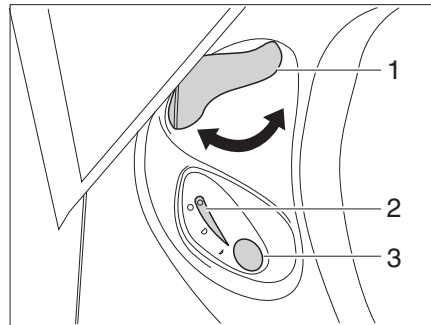

Bild 349 Reglage Thetford-toalett
- Öppna spjället på Thetford-toaletten före spolning. Därtill vrids spjällspaken (Bild 349,1) moturs.
- För att spola trycker man på den blå spolknappen (Bild 349,3).
- Efter spolning stängs spjället. Därtill vrids spjällspaken (Bild 349,1) medurs.
Kontrolllampan (Bild 349,2) lyser när Thetford-kassetten måste tömmas.
- Spjällspaken (Bild 349,1) vrids medurs. Spjället stängs. För att kunna tömma toaletten **måste** spjället vara stängt i Thetford-toaletten.